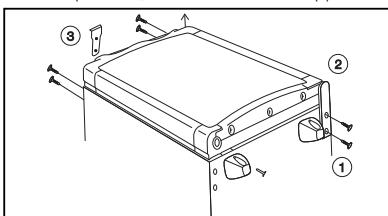

Figure 6.
Intégré à l'appareil, le système FUZZY LOGIC permet d'éviter cette formation de givre. Toutes les 24 heures, ce système met l'unité hors tension pendant deux heures. Ainsi, le givre fond et l'eau dégelée s'écoule via le tube de drainage dans un récipient d'évaporation situé dans le bas, à l'arrière du réfrigérateur, sur tous les modèles (fig. 6). Le récipient ne doit jamais être vidé manuellement, car l'eau dégelée s'évapore automatiquement dans l'air ambiant.
- L'eau dégelée s'écoule dans une rainure et de là, continue son chemin via un tube qui traverse le panneau arrière du réfrigérateur, vers un récipient de collecte situé sur l'unité de refroidissement, où l'eau s'évapore d'elle-même (fig 6). Si la couche de givre devient trop épaisse, le récipient de collecte risque de